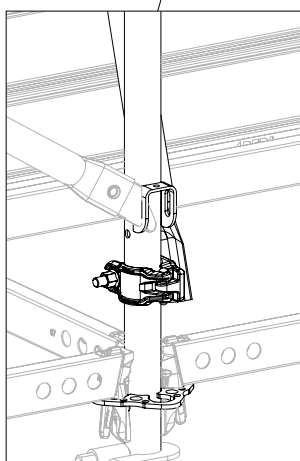

Abb. B3.02b
3. Kupplungsdiagonale UBC-2 (**38**) oben am Vertikalstiel (**23b**) und unten am Easy Basisstiel EVS 124 montieren. (Abb. B3.02b)